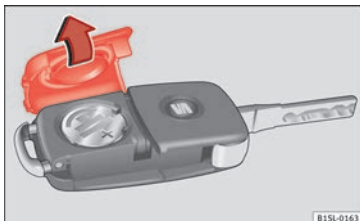

Fig. 99 Clé du véhicule : couvercle du compartiment de la pile.
- Retirez le couvercle de la partie arrière de la clé du véhicule » fig. 99 dans le sens de la flèche » ①.
- Placez le couvercle sur le boîtier de la clé du véhicule et appuyez comme indiqué » fig. 99, dans le sens contraire de la flèche, jusqu'à ce qu'il s'encastre.